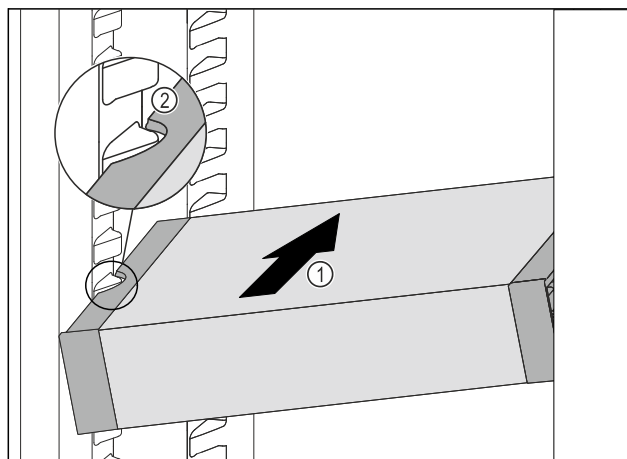

Fig. 99
- ▶ VarioSafe wsunąć ukośnie do chłodziarki Fig. 99 (1), aż boczne wycięcia Fig. 99 (2) VarioSafe będą się znajdować na wysokości żeber pojemnika w chłodziarce.